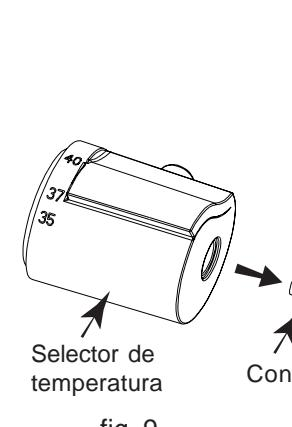

fig. 9
- Cuando cambie el cartucho de temperatura o la montura ceramica(caudal) : ayudarse (por ejemplo) de un lápiz para extraer el cono del selector (fig. 9).